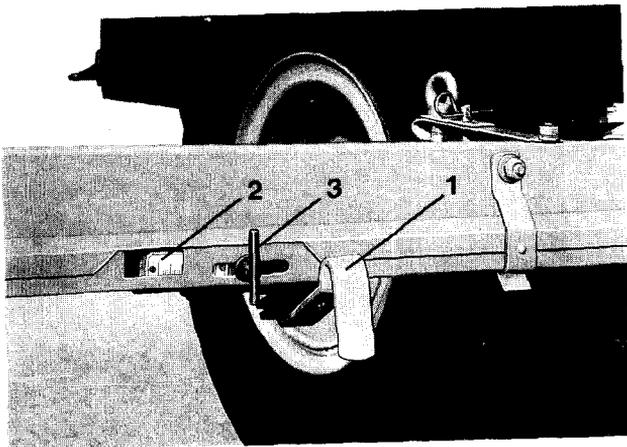

Fig. 58
- Auslauföffnungen unter der Schnecke entsprechend der Düngemittelmenge mehr oder weniger öffnen. Die Einstellung ist an den nach hinten zeigenden Hebeln (Fig. 58/1) vorzunehmen. Je weiter die Hebel nach außen geschoben werden, um so größer werden die Auslauföffnungen. Alle Hebel sind auf den gleichen Skalenwert (Fig. 58/2) einzustellen. Vor jeder Verstellung des Hebels ist die Knebelschraube (Fig. 58/3) zu lösen und anschließend wieder fest anzuziehen.
- Nach kurzem Anfahren mit eingeschaltetem Förderband und eingeschalteter Streuschnecke ist zu überprüfen, ob der Überlauf des Düngemittels außen am Ende der Streuschnecke genau so groß ist, wie der Auslauf aus den Löchern unter der Streuschnecke. Sollte dies der Fall sein, ist die Einstellung der Hebel (Fig. 58/1) richtig. Anderenfalls ist folgende Korrektur an allen Hebeln vorzunehmen.
- Nach der Streuarbeit kann die Streuschnecke in Transportstellung gebracht werden, ohne die Hebel (Fig. 58/1) zu verstellen. Die gewählte Einstellung braucht nicht verändert zu werden.